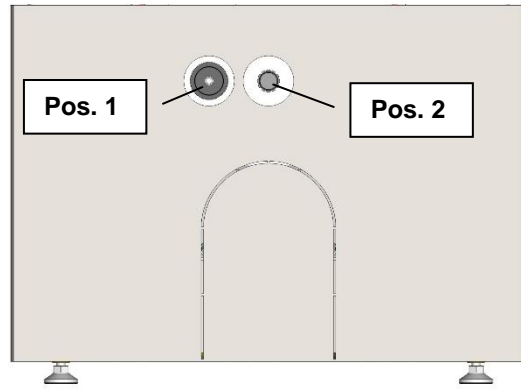

Fig. 28 : position du thermorégulateur et du régulateur d'air secondaire
Les molettes de réglage de l'air se trouvent en bas au dos (Fig. 28).
- Ne fermez jamais complètement la section transversale de la ventilation spéciale de la vitre (Fig. 28 à la page 19) chargée de nettoyer la vitre d'exposition.